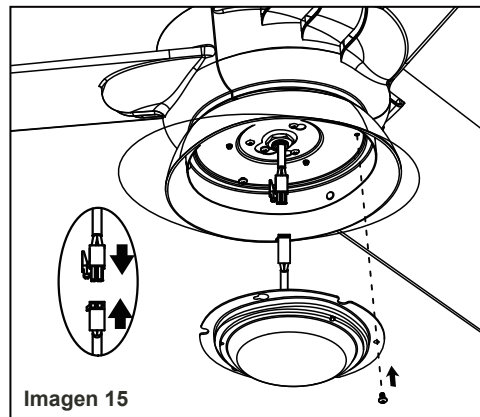

Imagen 15
Paso 2. Meta las conexiones ordenadamente en el kit de luz. Alinee tres agujeros redondos en el kit de luces y la caja del interruptor. Apriete firmemente con 3 tornillos (Imagen 15)